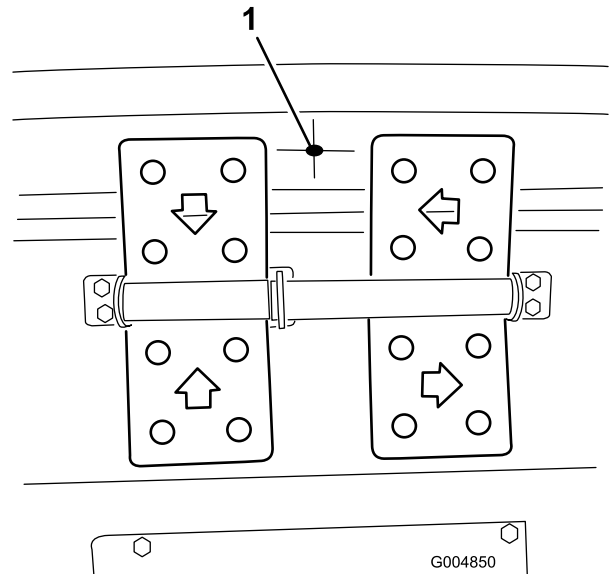

Figure 72
1. Localisez, repérez et percez un trou de 0,281 pouce de diamètre dans la paroi avant de la cabine, comme montré à la Figure 72. Le trou doit se trouver à peu près au centre de la paroi de la cabine (latéralement et verticalement).